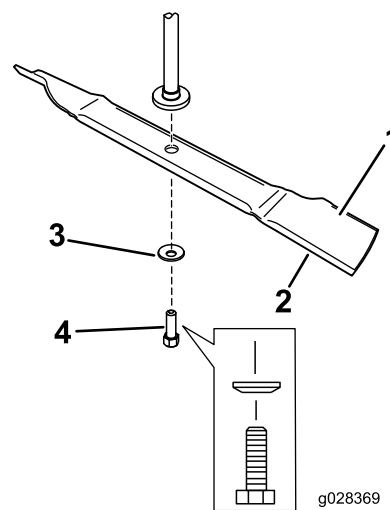

Figure 8
1. Placez la lame sur l'axe (Figure 8).
2. Montez la rondelle bombée (face concave vers la lame) et le boulon de lame (Figure 8).
Remarque: Ne posez pas de renfort. Ces lames n'ont pas besoin de renfort (Figure 8).